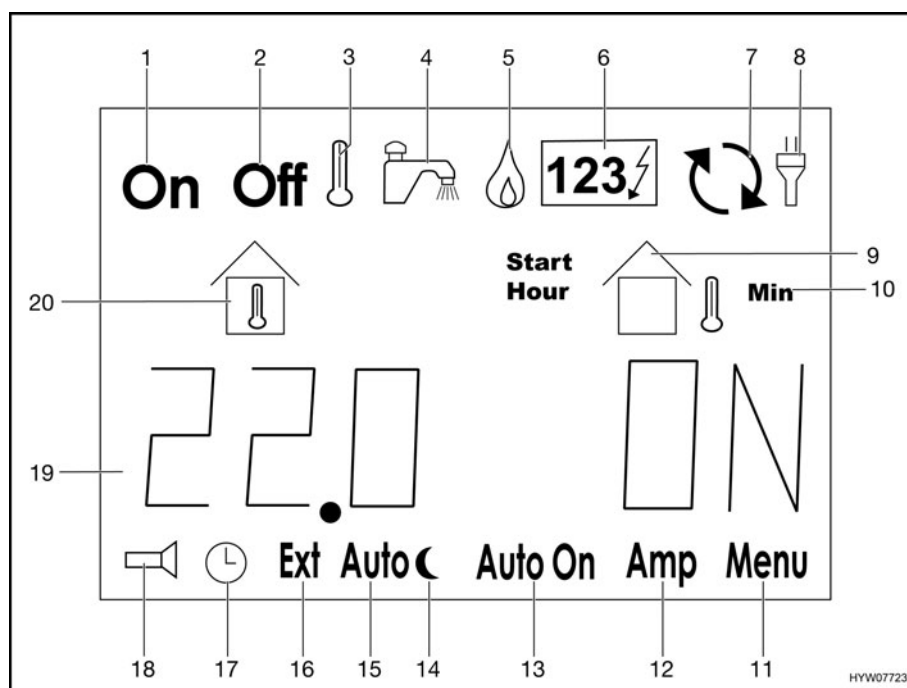

Fig. 161 Affichage ACL
Dans la ligne information (Fig. 161,19), sont indiqués sous forme de texte les informations de températures, de temps et d'états de fonctionnement, ainsi que les messages d'erreur.
- Appuyer sur la touche "▷" (Fig. 160,4) jusqu'à ce que le symbole "🔥" (Fig. 161,5) clignote.
- Appuyer sur la touche "▷" (Fig. 160,4) jusqu'à ce que le symbole "1234" (Fig. 161,6) clignote.
- Appuyer sur la touche "▷" (Fig. 160,4). Le symbole "Off" (Fig. 161,2) clignote.
- Appuyer sur la touche "+/On" (Fig. 160,3). Le symbole "On" (Fig. 161,1) clignote. Le chauffage se met en marche automatiquement.
- Appuyer sur la touche "▷" (Fig. 160,4). Le symbole "On" (Fig. 161,1) clignote.
- Appuyer sur la touche "-/Off" (Fig. 160,5). Le symbole "Off" (Fig. 161,2) clignote. Le chauffage s'éteint.
- Appuyer sur la touche "▷" (Fig. 160,4) jusqu'à ce que le symbole "Menu" (Fig. 161,11) clignote.
- Quand "OF" est affiché dans la ligne information (Fig. 161,19), appuyer sur la touche "▷" jusqu'à ce que "PU" soit affiché.